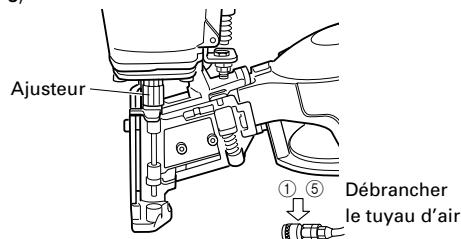

Fig. 8
- ① DEBRANCHER LE TUYAU D'AIR DU CLOUEUR. (Fig. 8)